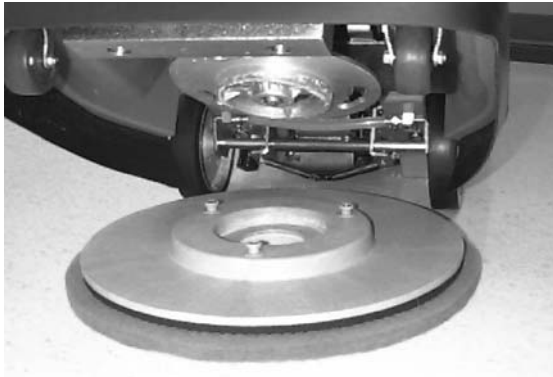

FIG. 6
- Fixez le pignon menant de brosse/patin sur le moyeu du moteur. Alignez les 3 goujons de montage avec les fentes situées sur le moyeu du moteur et tournez rapidement le pignon menant vers la bride de ressort du moyeu du moteur. Avant d'utiliser la machine, assurez-vous que la bride de ressort se bloque dans un des goujons situé sur le pignon menant (Figure 6).